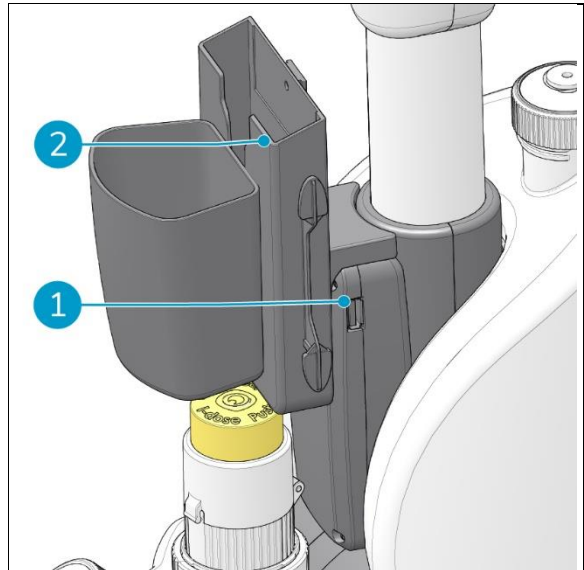

Figura 15
La unidad IOT está equipada con un puerto USB (Figura 15 posición 1).
2. Coloque el teléfono móvil en el soporte especialmente diseñado (Figura 15 posición 2).